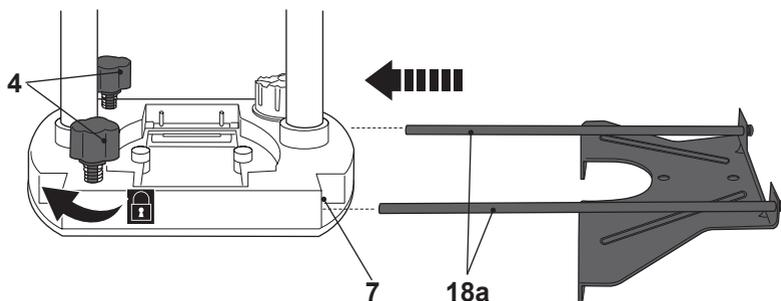

Рис. 8
- > Проденьте свободные концы стержней (18a) в отверстия в основании (7) (Рис. 8).